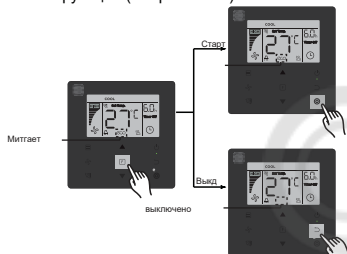

рис. 14.24
- ВКЛ/ВЫКЛ функции «ЭКО»: нажмите кнопку , чтобы переключиться на функцию «ЭКО» («ECO» мигает), и нажмите кнопку , чтобы включить функцию, или кнопку , чтобы выключить функцию (см. рис. 14.24).